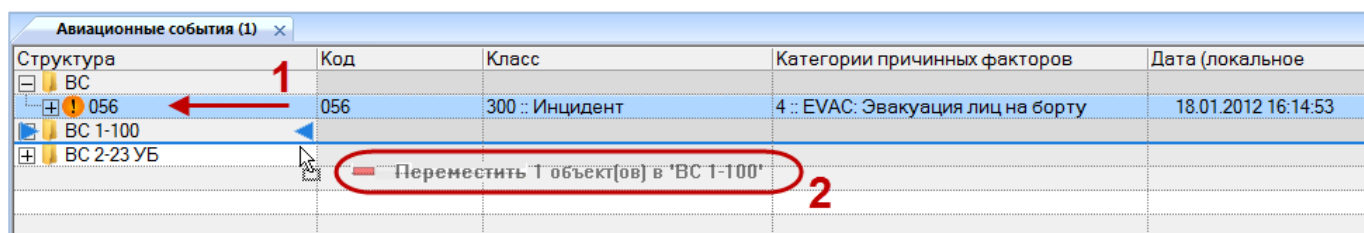

Рис. 13-401. Перемещение события в другую папку
3) Переместить с помощью мыши выделенные события в нужную папку, удерживая клавишу CTRL. Появится подсказка вида «– Переместить X объект(ов) в ...». Отпустить кнопку мыши (рис. 13-401).